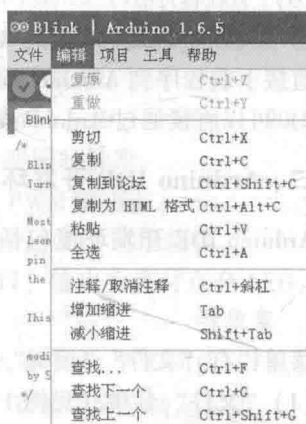

图 1-21 “编辑”菜单
(2) “编辑”菜单（见图 1-21）。 “编辑”菜单下有复制、剪切、粘贴、全选、注释、取消注释、增加缩进、减少缩进，查找、复原、重做等子菜单命令，与一般文档的编辑命令类似。